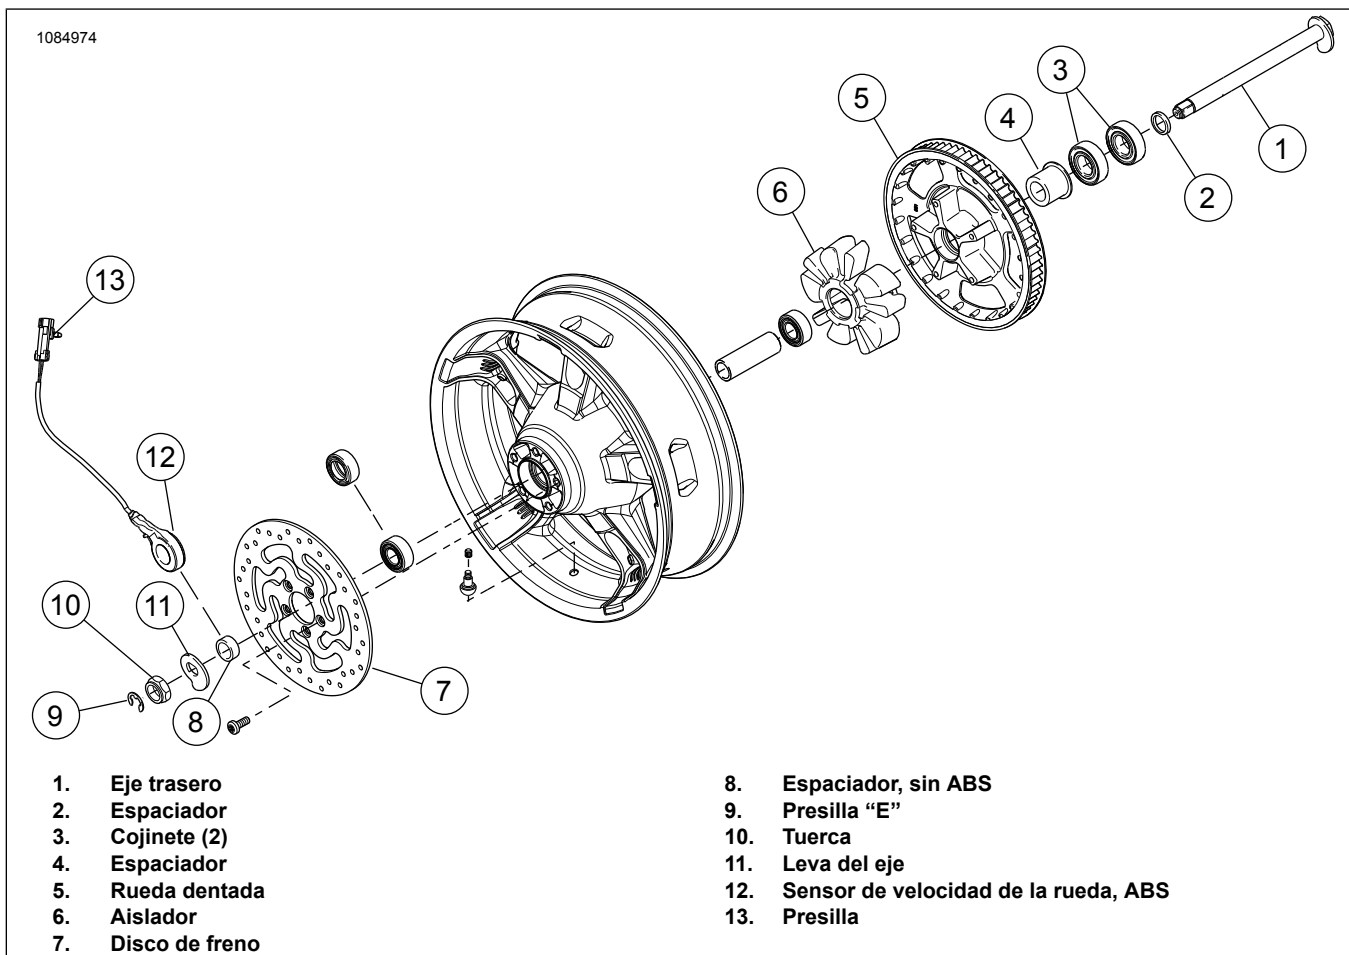

Figura 2. Piezas de la rueda trasera para volver a usar
3. Consulte la Figura 2. Retire y desmonte el conjunto de ruedas traseras existente. Las piezas que se enumeran son las que se necesitan para el rearmado. Consulta el manual de servicio.